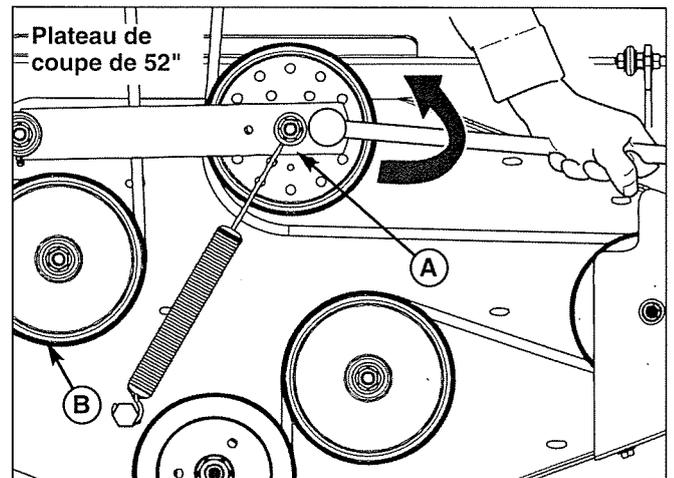

Figure 56. Courroie de prise de force de tondeuse
2. À l'aide d'une poignée articulée de 1/2", placer l'extrémité carrée dans le trou carré situé à l'extrémité du levier intermédiaire (A, figure 56). Faire soigneusement tourner la poignée articulée dans le sens contraire des aiguilles d'une montre et ce, pour relâcher la tension sur la courroie exercée à partir du levier intermédiaire.
3. Faire glisser la courroie d'entraînement sur le bord de la poulie de tension stationnaire (B). Relâcher soigneusement la tension sur la poignée articulée jusqu'à l'arrêt du levier intermédiaire contre la poulie de broche centrale.